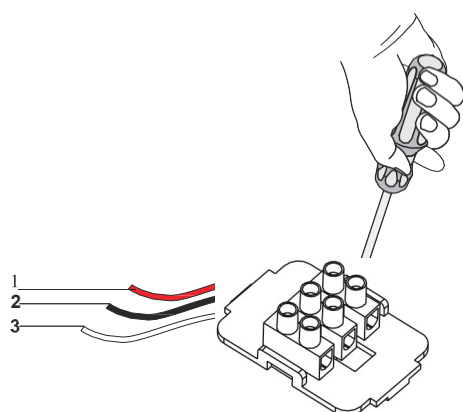

Fig. 41
- 1. ➤ **NC/COM: När** dessa två anslutningar används och enheten är avstängd, kommer enheten att ge den anslutna enheten en konstant signal. (Fig. 41).
- 2. ➤ **När** dessa två anslutningar används och enheten används, ger enheten den anslutna enheten en konstant signal. (Fig. 41).